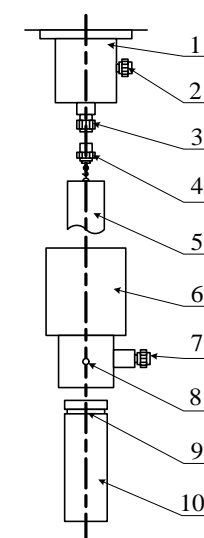

图 4
6、使用 0 号转子和低粘度液测试附件可按下列步骤操作（参见图 4）：